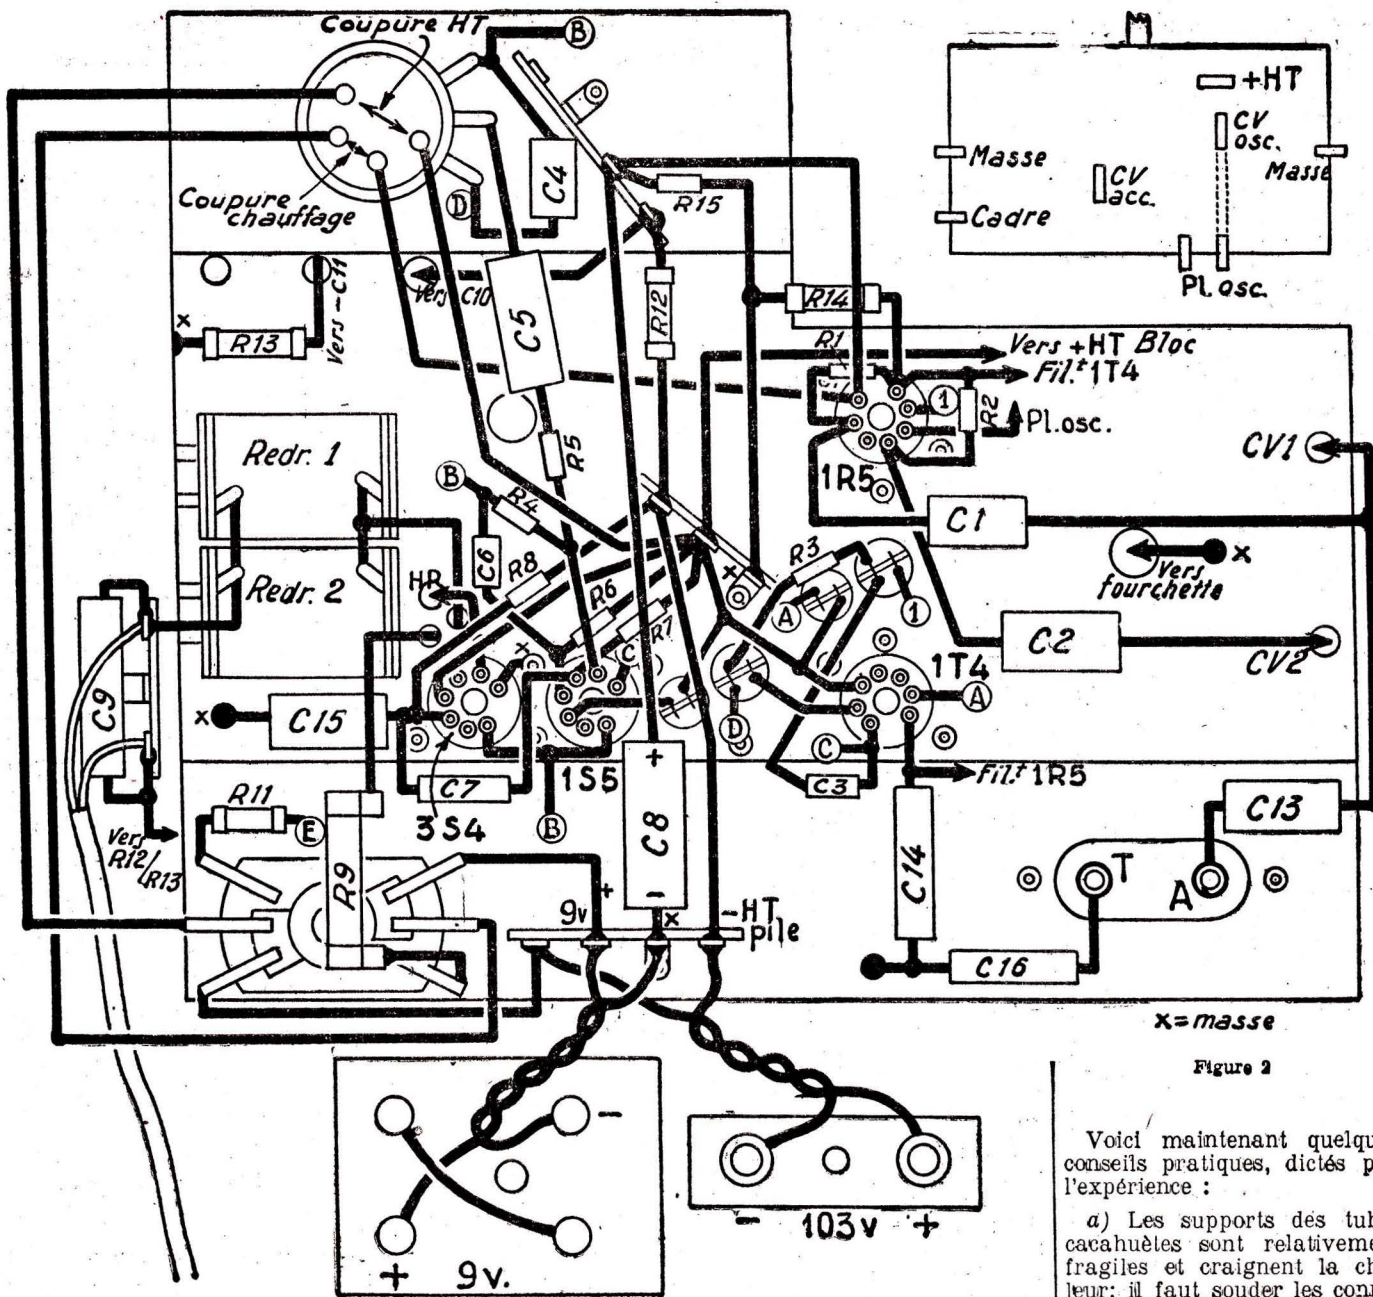

Figure 2
b) Sur la figure 2, nous n'avons pas pu représenter le transformateur de sortie, qui doit être fixé sur le châssis, sous le haut-parleur;